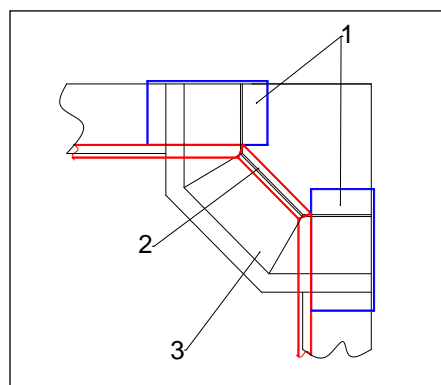

Рис. 24
3. Монтаж карниза типов 1, 3, 4 над угловыми коробами производится в соответствии со схемой, изображённой на Рис. 24. Пространство между стеной и карнизом закрывается панелями из ДСП, закреплёнными поверх навесных шкафов и козуха вытяжки.